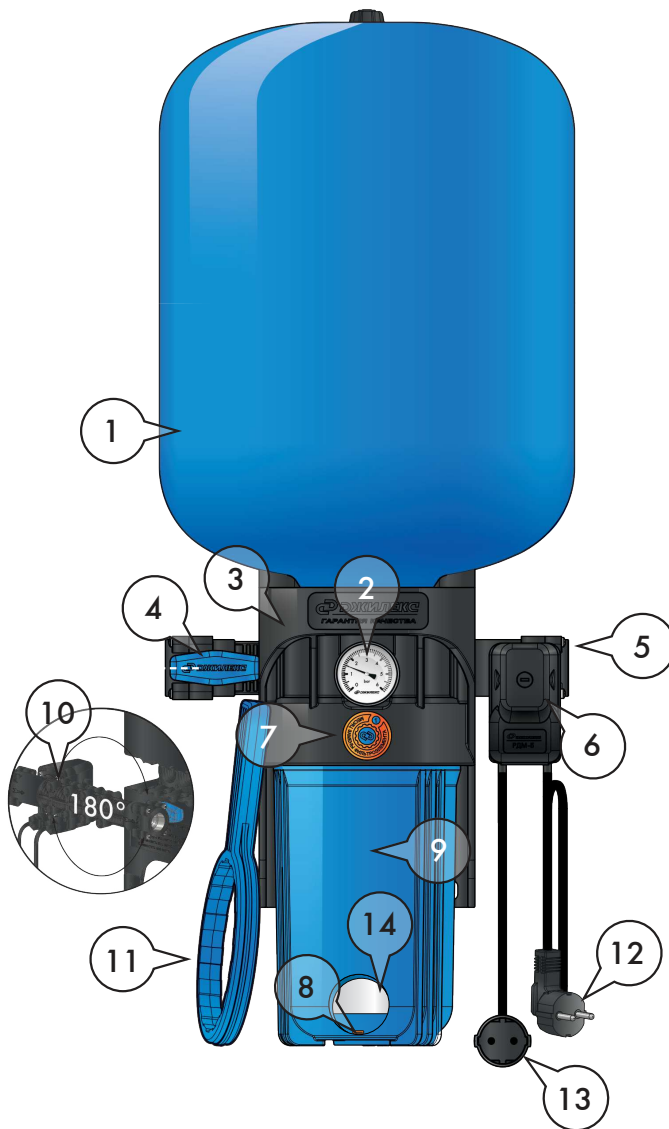

Рисунок 3
КРАБ-Т (рисунок 3) содержит стационарно закрепляемый на опорной поверхности (стене) корпус (3), являющийся базой; к нему присоединяются:
- гидроаккумулятор (1); гидроаккумулятор имеет наружную резьбу на фланце и навинчивается сверху на корпус, содержащий ответное резьбовое отверстие, уплотняется торцевым или радиальным эластичным уплотнителем;
- пластмассовая колба (9) с фильтрующим картриджем (14) размером SLIMLINE 10" для моделей КРАБ-Т 10, 24, 50\* (за исключением системы КРАБ-Т 18) или пластмассовая колба (9) для картриджа размером BIG BLUE 10" (для системы КРАБ-Т 50\*) или BIG BLUE 20" (для системы КРАБ-Т 100) со сливной пробкой (8). Колба картриджного фильтра имеет наружную резьбу и навинчивается снизу на корпус, содержащий ответное резьбовое отверстие, уплотняется торцевым или радиальным эластичным уплотнителем; в нижней части колбы расположена сливная пробка, уплотняемая эластичным уплотнителем; для монтажа/демонтажа колбы к комплекту прилагается ключ (11);
- манометр (2);
- устройство индикации месяца замены фильтрующего картриджа (7);
- съемный коллектор (10), который содержит встроенный шаровой кран (4) с резьбовым патрубком на выходе, обратный клапан с резьбовым патрубком на входе (5), присоединительный штуцер для реле давления; коллектор содержит 3 цилиндрических патрубка и вставляется в ответные отверстия корпуса с возможностью обеспечить подачу воды слева направо или справа налево; уплотняется эластичным уплотнителем, фиксируется на корпусе винтами;
- реле давления РДМ – 5 (6).